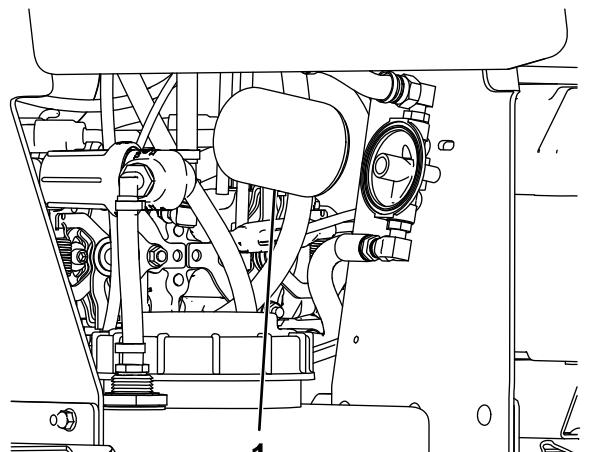

Figura 51
- Retire el filtro hidráulico (Figura 51).